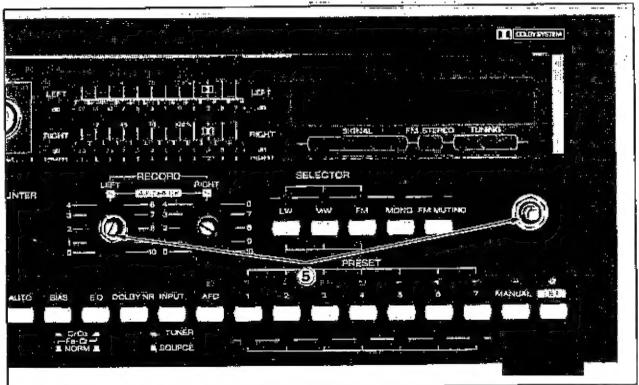

Abbildung 4-3
- ⑤ Die Befestigungsmuttern des linken Aufnahmepiegelstellreglers und des manuellen Abstimmreglers durch Drehen entgegen dem Uhrzeigersinn entfernen und diese Regler herausziehen. (Siehe Abbildung 4-3)